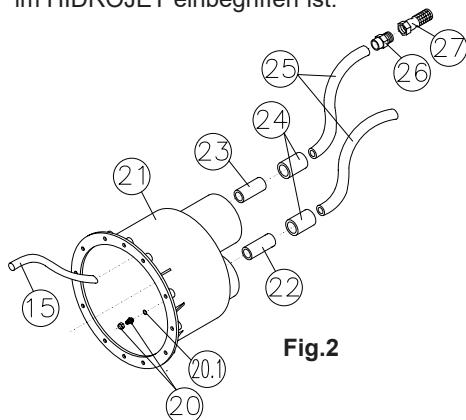
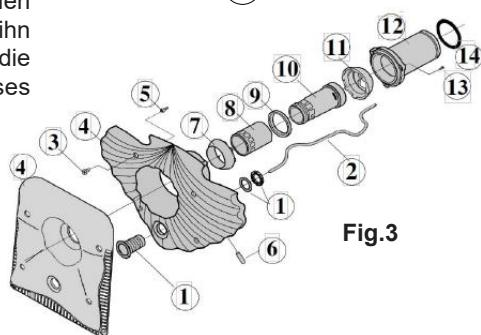

Fig.2
Fig.3
L'entrée et la sortie des conducteurs de la boîte à bornes se fera à travers des presse-étoupe qui garantissent l'absence d'humidité et de saleté à l'intérieur de celle-ci, et elle sera donc munie d'une fermeture hermétique. Les conducteurs seront dotés d'embouts adaptés, pour leur connexion aux bornes. Le coffret hydropneumatique doit être installé en lieu sec, au dessus du niveau de l'eau et à distance non supérieure à 8m. de l'interrupteur de marche/arrêt installé sur l'avant de l'équipement. Le tube transparent (n° 2, fig. 2) sera connecté au micro-interrupteur situé dans le haut à droite du coffret; il importe de s'assurer qu'il n'est pas plié.
3.1 Um das Gehäuse (Nr.21, Fig.2) an einer Betonwand anzubringen, brauchen Sie nur die im Kapitel 2 (Aufstellungsort) angegebenen Anweisungen durchzuführen.
4.1 Das Gehäuse wird mit den schon eingebauten Rohren Nr.22 und 23, (Fig.2) geliefert; außerdem wird eine der Hülsen (Nr.24, Fig.2) im Rohr Nr.22 verleimt geliefert. Sobald wir das Gehäuse gemäß der Anweisungen des Kapitels 2 an der Wand befestigt haben, nehmen wir die Installation der Luft- und Pneumatikleitungen vor.
Diese Leitung besteht aus einer Hülse (Nr.24), einem Schlauch (Nr.25), einem Außengewinde (Nr.26) und einem Fußventil (Nr.27). Alle diese Teile werden montiert geliefert, weshalb wir nur das Ende der Hülse (Nr.24) am schon im Gehäuse installierten Rohr (Nr.23) ankleben müssen. Es ist wichtig, das Luftpipeline-Rohr an der Wand des Aufstellungsorts zu befestigen und darauf zu achten, daß das Fußventil im obersten Teil liegt, womit wir die Ansaugung von Schmutz vermeiden (siehe Fig. 8, Seite 42). Schließlich installieren wir noch den Schlauch (Nr.15, Fig. 2), indem wir ihn mit Druck in die Kanüle einführen, die sich im Inneren des Gehäuses befindet (siehe Fig.5a-5b, Seite 39).
Diese Leitung besteht aus einem Rohr (Nr.22), einer Hülse (Nr.24) und einem Schlauch (Nr.25). Da das Rohr (Nr.22) und die Hülse (Nr.24) schon im Gehäuse installiert sind, müssen wir nur das Rohr (Nr.25) anleimen. Bevor wir das Ende des Rohrs (Nr.25) an der Hülse (Nr.24) befestigen, führen wir das Transparentrohr (Nr.2, Fig.3) durch die Öffnung des Gehäuses ein und befestigen es mittels der dort vorhandenen Zwinge (Nr.20 und 20.1, Fig.2). Nach Durchführung dieser Operation verleimen wir das Rohr (Nr.25) mit der Hülse (Nr.24). Das Ende des Rohrs (Nr.2, Fig. 3) wird nun an den Mikroschalter angeschlossen, der sich auf einer Seite der Hidropneumatiktafel befindet, welche im HIDROJET eingebettet ist.